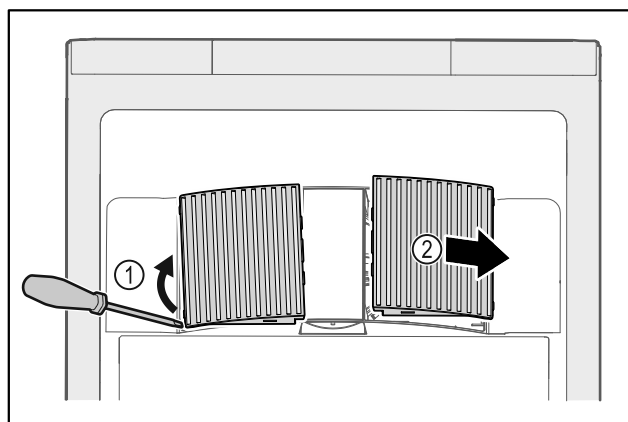

Fig. 239
- Extraire par un mouvement de levier les caches latéraux Fig. 239 (1) vers l'avant Fig. 239 (2).